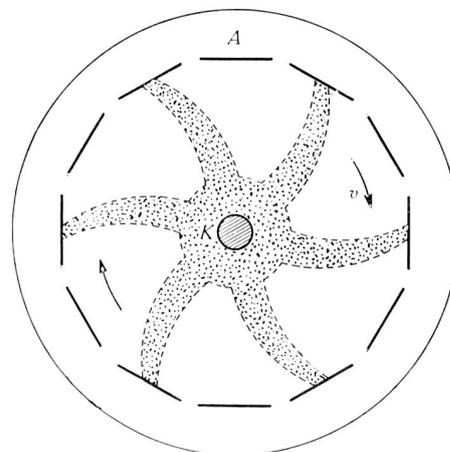

Fig. 4 Schematische Darstellung des Umlaufs der Elektronenwolke als «Elektronenrad» im Magnetron. Das Rad dreht sich mit der Geschwindigkeit v.
zylindrischen Anode (A) und einer konzentrisch angeordneten Kathode (K) (Fig. 2). Zusätzlich zu dem in der Röhre entstehenden elektrischen Feld (E) wird durch einen Permanentmagneten (N-S) ein homogenes magnetisches Feld (B) erzeugt, dessen Kraftlinien parallel zur Achse des Anodenzylinders verlaufen. Durch dieses Magnetfeld wird jedes von der Kathode emittierte Elektron zusätzlich beschleunigt (Fig. 3). Ohne Magnetfeld würde das Elektron wie in einer Diode von K direkt nach A fliegen (I). Bei hoher Anodenspannung U_a und kleinem Magnetfeld B würde sich die Bahn krümmen (II), während bei sehr starkem Feld B die Elektronen auf Zykloidenbahnen um die Kathode zu kreisen beginnen (III). In ihrer Gesamtheit bilden sie dann eine «Elektronenwolke», die sich als Elektronenrad (Fig. 4), mit der Geschwindigkeit $v = k \cdot U_a / B$ um die Kathode dreht. Diese Leitbahnbewegung der Elektronen werden im Magnetron zum Erzeugen von Hochfrequenzschwingungen ausgenutzt.